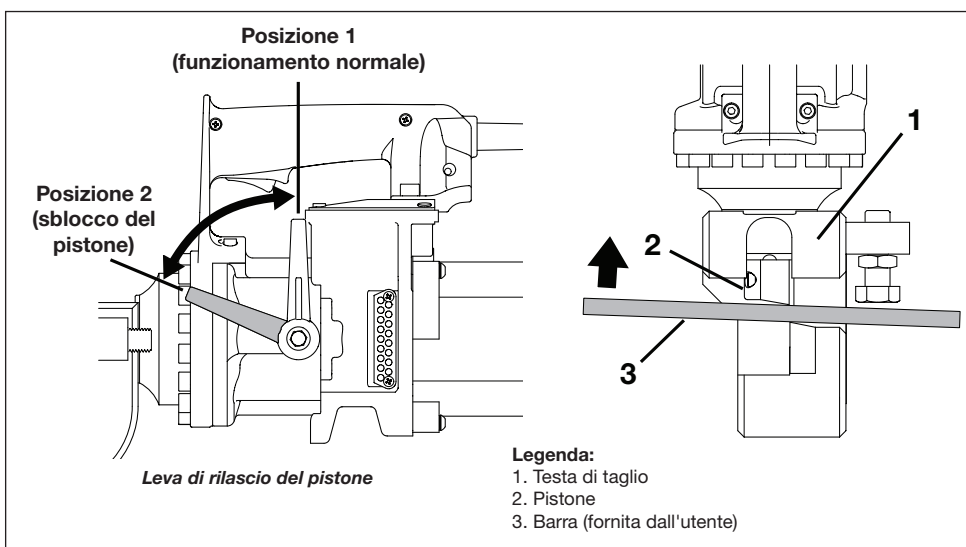

Figura 11, Procedura manuale di ritorno del pistone
Fare riferimento ai passaggi successivi. Vedere la figura 11:
3. Ruotare in senso antiorario la leva di rilascio del pistone fino alla posizione 2. Vedere la figura 11.
4. Utilizzando un pezzo rigido di barra di acciaio, spingere manualmente il pistone all'interno del tagliabarre fino a portarlo nella posizione home. Si veda la figura 11, elemento 3. Questo dovrebbe sbloccare la sporcizia o il materiale che ha impedito al pistone di ritornare indietro durante il normale funzionamento.
5. Ruotare in senso orario la leva di rilascio del pistone fino alla posizione 1. Vedere la figura 11.
8. Pulire la parte esposta del pistone. Rimuovere gli eventuali detriti, le schegge o la sporcizia da questa zona. Si veda la figura 11, elemento 1.